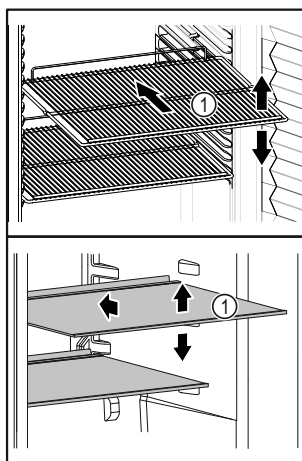

Fig. 34 Voorbeeld
- Als draagplateaus Fig. 34 (1) verstelbaar zijn, kunnen deze in de hoogte worden aangepast.